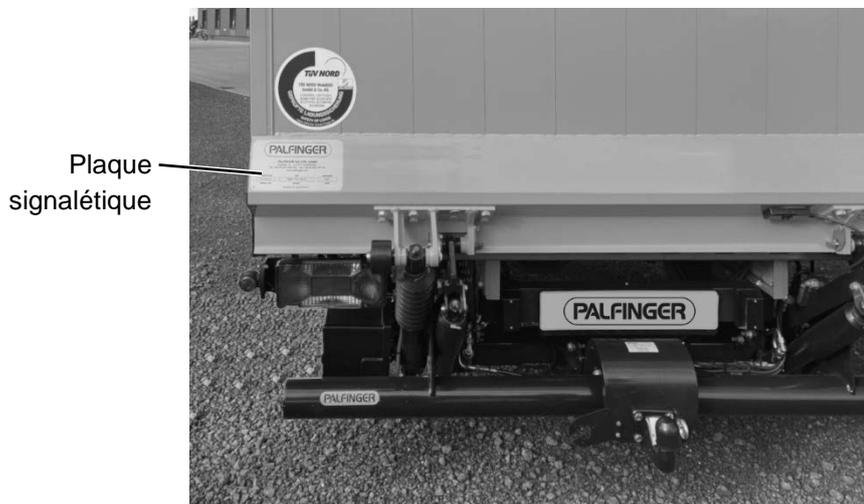

Figure 52 : Plaque signalétique
- ▶ Collez la plaque signalétique fournie sur la plate-forme (voir Figure 52).